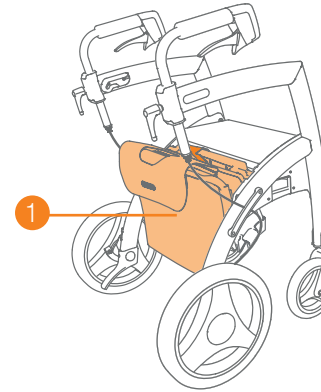

Figura 31: Paquete de silla de ruedas adjunto en la parte inferior.
- Ponga el paquete de la silla de ruedas en los huecos detrás del asiento contra el asiento (**Figura 31**).
- Antes de comenzar, sujete el paquete de la silla de ruedas al Rollz Motion (**Figura 31**).